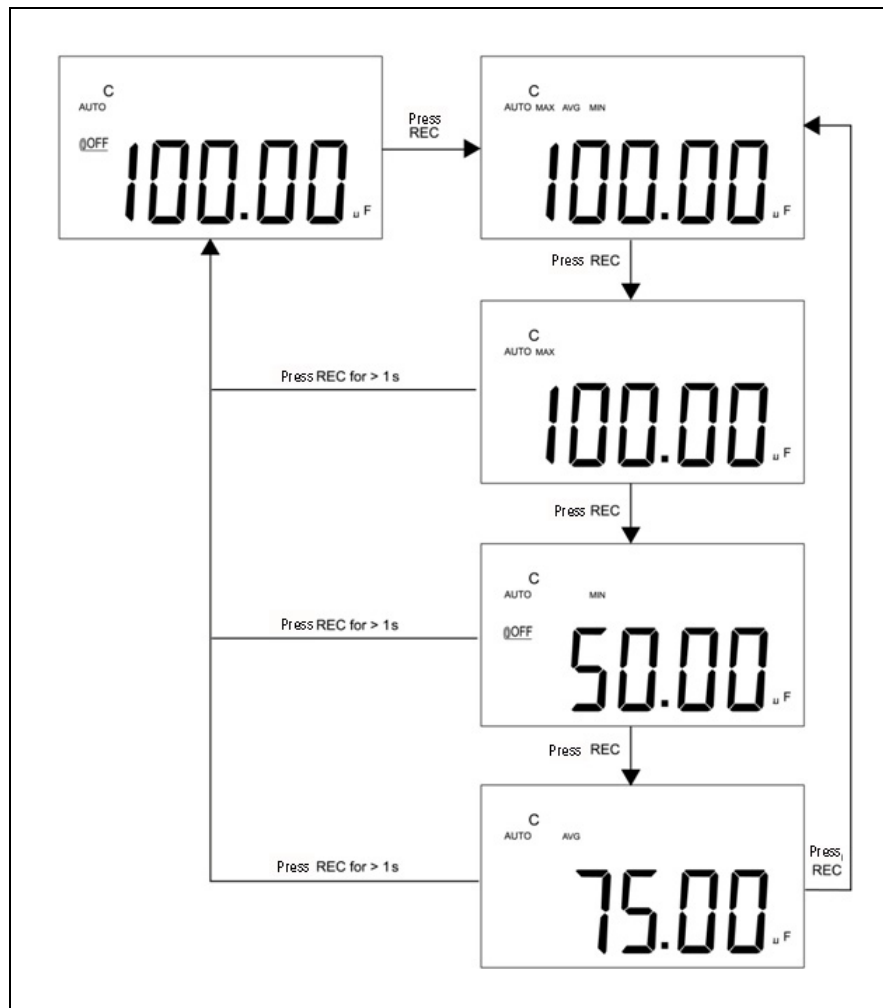

Figure 2-1 Mesure des tolérances
- 2 Appuyez sur cette touche pour faire défiler les valeurs maximales, minimales et moyennes. Les symboles **MAX, MIN, AVG** ou **MAX AVG MIN** sont respectivement activés pour indiquer le type de valeur affichée (voir Figure 2-1).